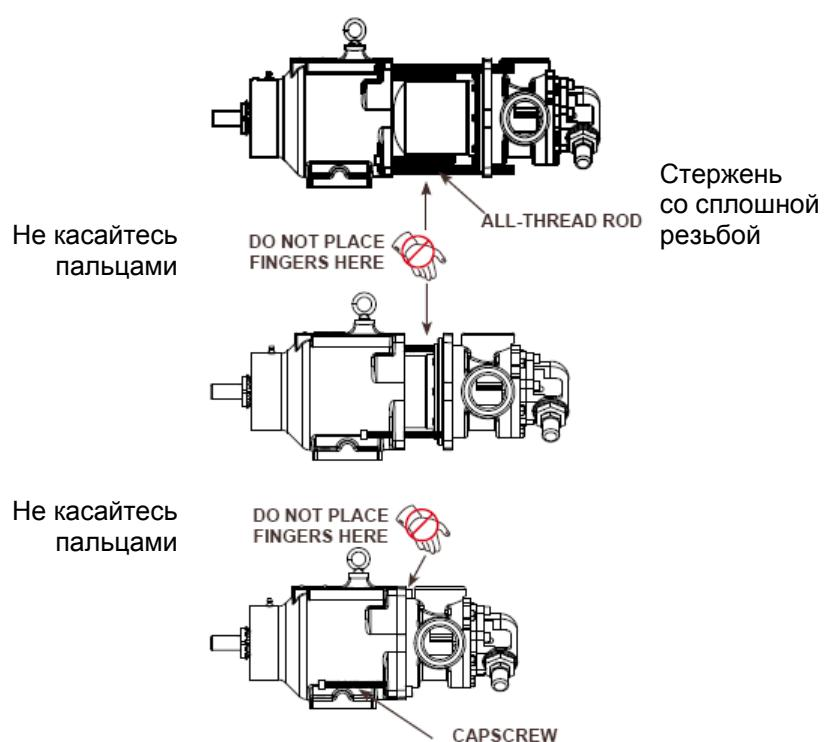

Рис. 13 Последовательность разборки насоса
Не держите пальцы на передней поверхности монтажного фланца насоса. Совместите контейнер с отверстием станины и осторожно введите его внутрь. При вступлении магнитов во взаимодействие агрегат очень быстро самостоятельно завершит эту операцию, если только предварительно не были правильно задействованы болты размером 5/8 x 6 дюймов (~16 x 152 мм). Убедитесь, что ваши пальцы не находятся на передней поверхности монтажного фланца насоса. Последовательность операций представлена на Рис. 13.
15. Для контроля сборку насоса вверните три болта с головкой размером 5/16" x 4" дюйма (~16 x 102 мм) со сплошной резьбой в блок подшипников таким образом, чтобы они полностью выступали за пределы передней поверхности блока подшипников, см. **Рис. 13**. Для поддержки блока подшипников и узла станины на одном уровне, а также в целях дополнительной безопасности, рекомендуется воспользоваться двумя длинными стержнями со сплошной резьбой длиной около 6-8 дюймов (152-203 мм), введя их в противоположные резьбовые отверстия под болты в станине и пропустив сквозь соответствующие отверстия в переходной плите.